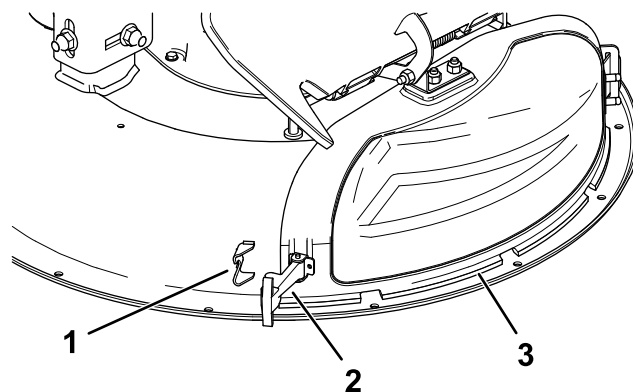

Figure 6
5. Fixez le couvercle d'éjection au plateau de coupe en accrochant le loquet à poignée flexible du couvercle d'éjection à la gâche sur le plateau de coupe (Figure 6).
3. Dégagez le loquet à poignet flexible de la gâche sur le couvercle d'éjection et faites pivoter ce dernier sur la droite (Figure 6).